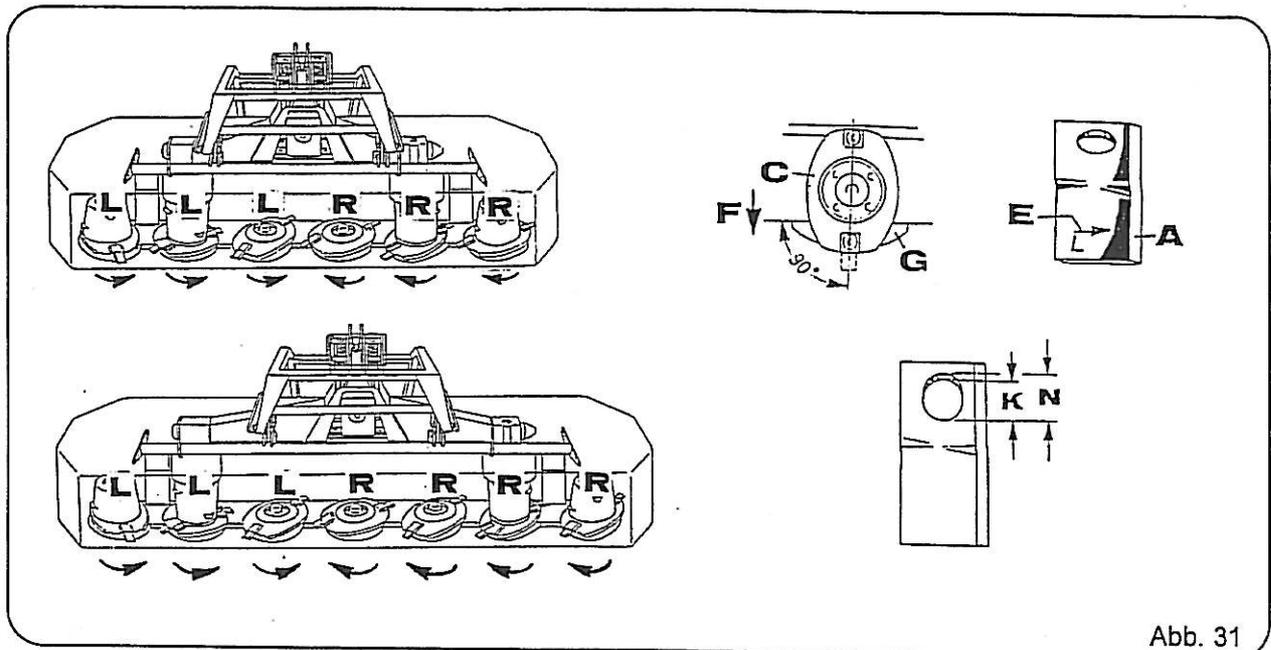

Abb. 31
Messerklingen "R" Abb. 31, Pos. E) für rechtsdrehende Mähscheiben (Abb. 31, Pos. R)
Messerklingen "L" (Abb. 31, Pos. E) für linksdrehende Mähscheiben (Abb. 31, Pos. L)
Die Schliiffkante der Messerklingen (Abb. 31, Pos. A) muß in Drehrichtung oben sein, damit das Gras in Drehrichtung des Messers angehoben wird.
- Messerklinge = Maß N mehr als 22 mm (Abb. 31)